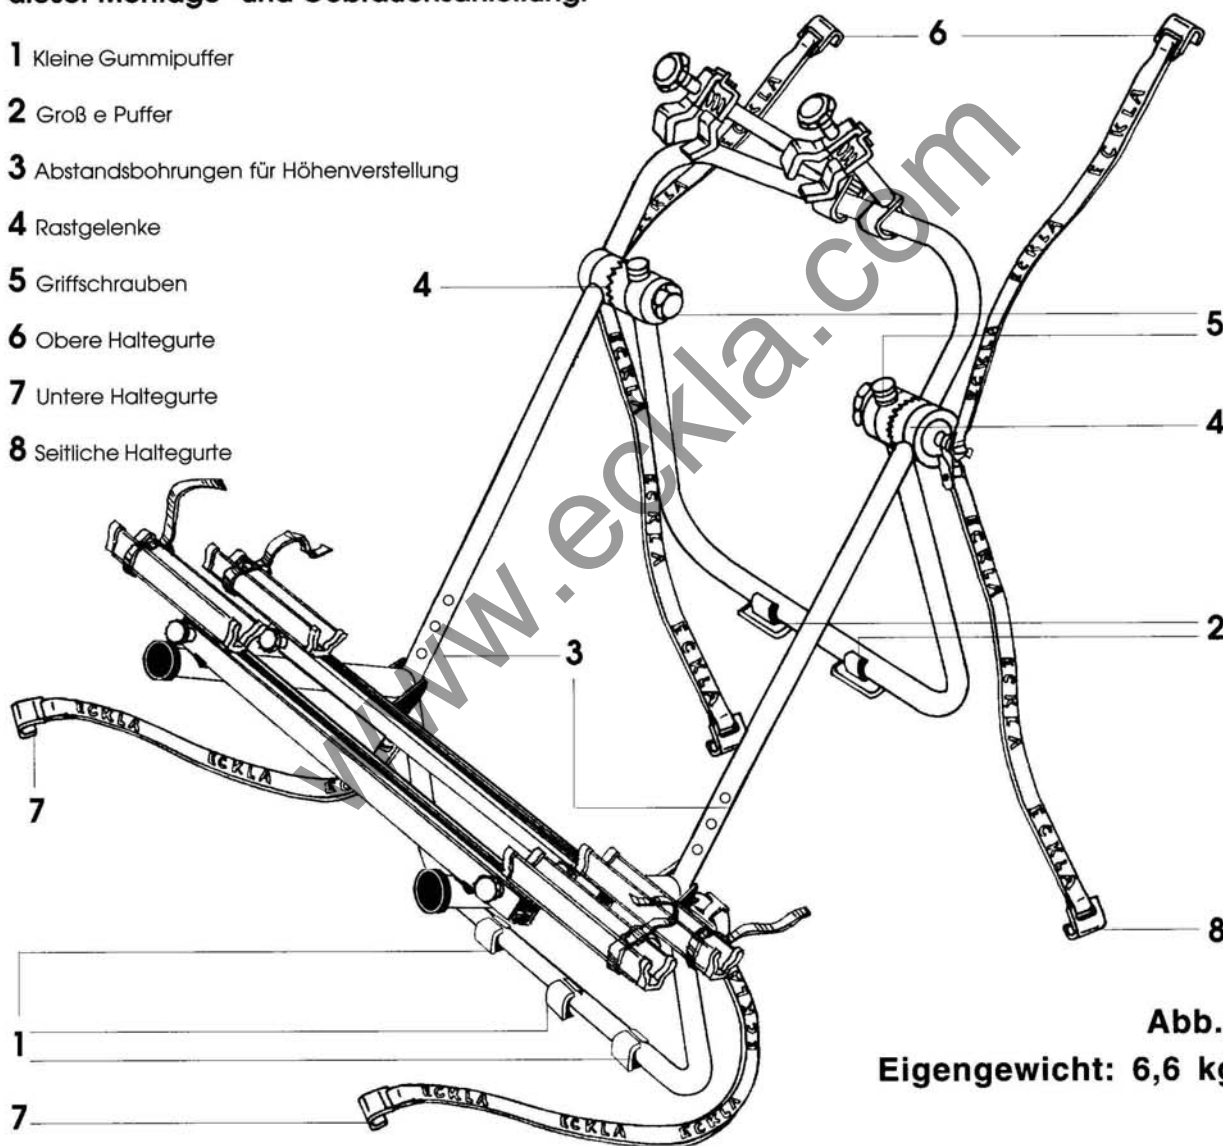

Abb.1
1. Klappen Sie den GRIZZLY, wie auf Abbildung 1 ersichtlich, auseinander.
2. Klipsen Sie die kleinen Gummipuffer (1) auf das untere Querrohr des Hauptrahmens (Stoßstangenauflage) und die großen Puffer (2) auf das Querrohr des Satzarmes (Auflage oben am Fahrzeug). Um Lackbeschädigungen zu vermeiden, sind die Auflageflächen am Fahrzeug und am GRIZZLY vor Montagebeginn von Staub und Schmutz zu reinigen.